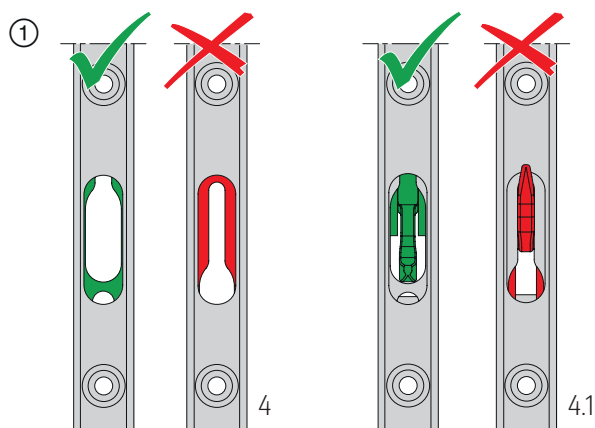
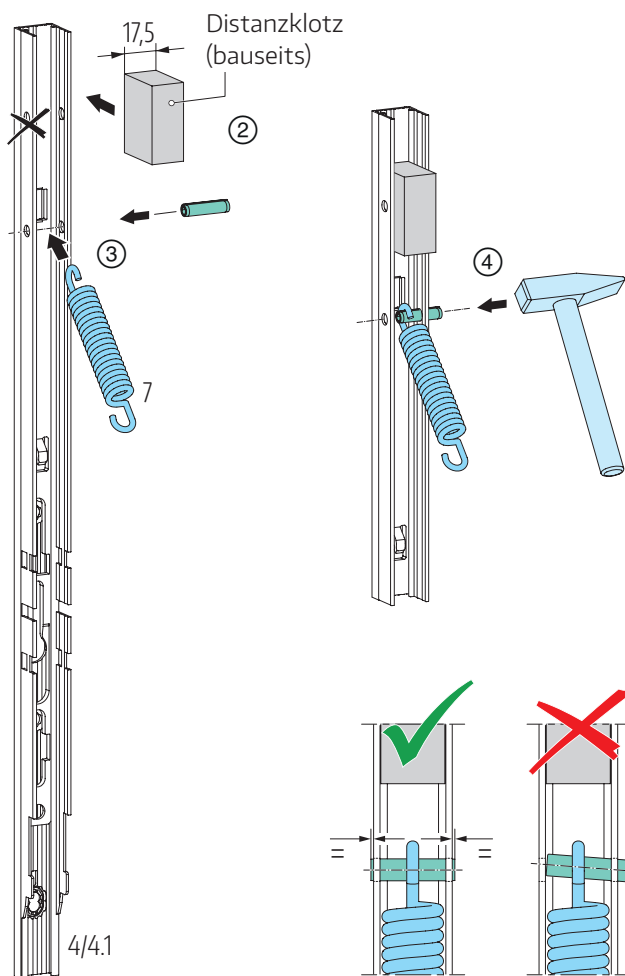
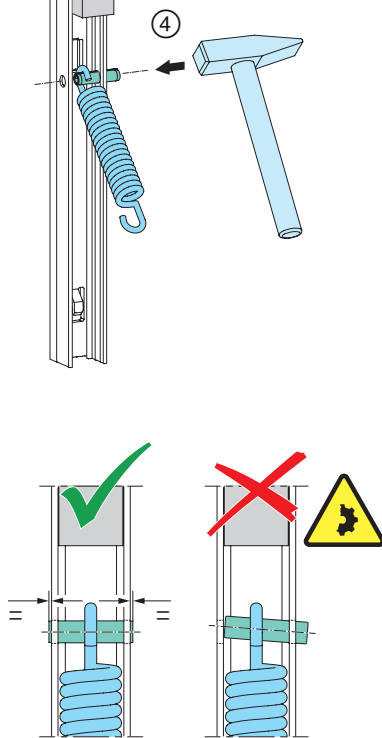

Abb. 18
Abb. 19
Abb. 20
① Getriebe für Bolzen 4 oder Getriebe mit Haken 4.1 in Schiebestellung (angehobene Position) bringen; **Abb. 18**. ② Distanzklotz (bauseits) als Montagehilfe in Getriebebestulp einsetzen. ③ Schraubenzugfeder 7 und Spannstift positionieren; **Abb. 19**. ④ Schraubenzugfeder mit Spannstift an Getriebebestulp befestigen; **Abb. 20**. und ⑤ mittels Schlitz-Schraubendreher über die Kopplungsnase der Riegelstange ziehen.